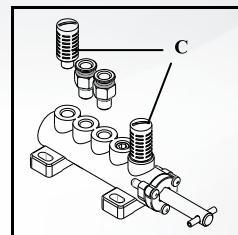

Рис.22
- Все воздушные глушители следует снимать и тщательно очищать струей сжатого воздуха каждые три месяца (см. C / рис.22) или заменять, если они повреждены.